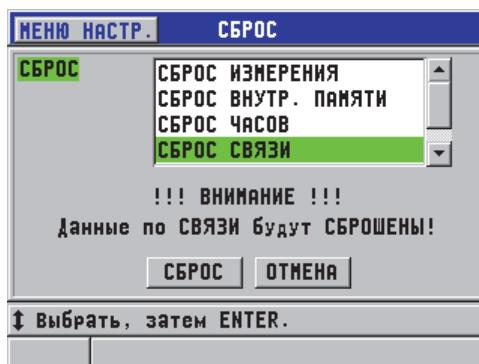

Рис. 11-6 Выбор СБРОС СВЯЗИ
2. В окне СБРОС (см. Рис. 11-6 на стр. 215):